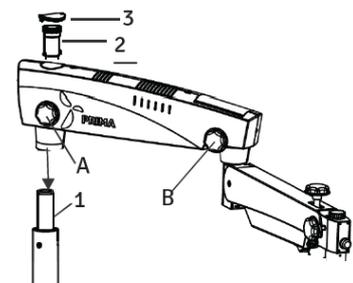

Abb. 38
3. Nehmen Sie die Armbaugruppe aus der Verpackung und befolgen Sie die nachstehenden Anweisungen (siehe Abb. 38).
Schrauben Sie Knopf A nicht vollständig ab, siehe Abb. 38. Lösen Sie nur einige Gewinde. Andernfalls kann sich der Sicherungsring in der Säulenführung lösen und die Installation ist möglicherweise nicht möglich.
- B. Platzieren Sie die Armbaugruppe auf der Säulenwelle (1) wie gezeigt in Abb. 38.
- C. Den Gewindestopfen von oben einschrauben (2).
- D. Setzen Sie die Schutzkappe (3) auf und lösen Sie den Feststellknopf (B) des Querlenkers, sodass dieser gedreht werden kann.